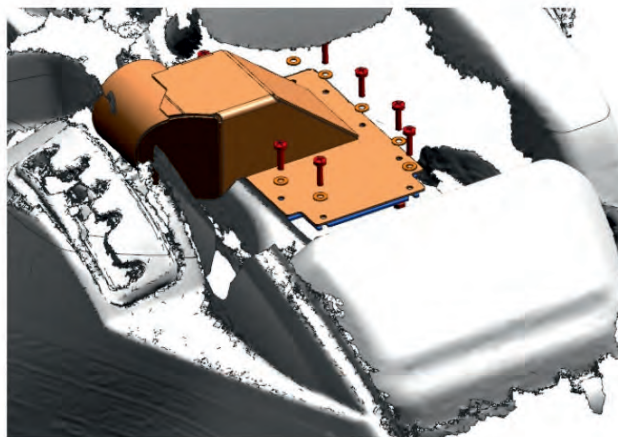

Рис. 5
9. Отрезать верхнюю часть от крышки воздушного фильтра(см. рис.4). Установить патрубок воздушного фильтра, просверлить отв. Ø5 мм в крышке воздушного фильтра. С внутренней стороны установить ответную пластину. Закрепить винтами M4x16 и гайками M4 через шайбы 4(см. рис.5). Соединение герметизировать.